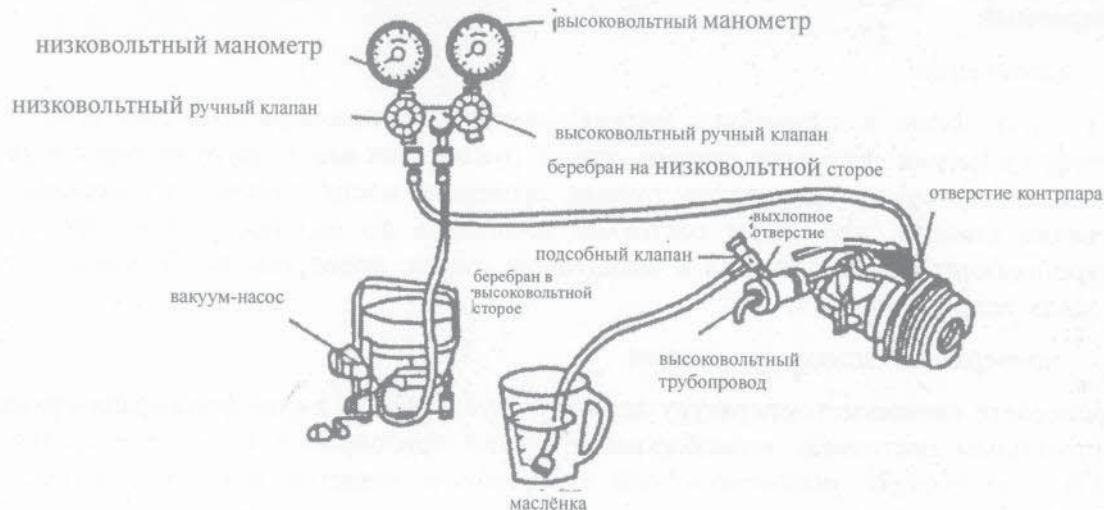

рис. 6
① выгрузите тавотицу 1, вливаете определённое холодное смазочное масло.
② через окно тавотицы наблюдаете, вращиваете переднюю подножку сцепления, поставите поршневой шток в середине окна тавотицы.
③ вводите маслоуказатель 3 в правой стороне поршневого штока, вплоть до того, что головка маслоуказатель столкнется на корпус компрессора.
④ вынимаете маслоуказатель и проверяете цена (овраг) холодного смазочного масла, должно быть между 4-6.
(2) вакуумная сосания (см.рис. 6)